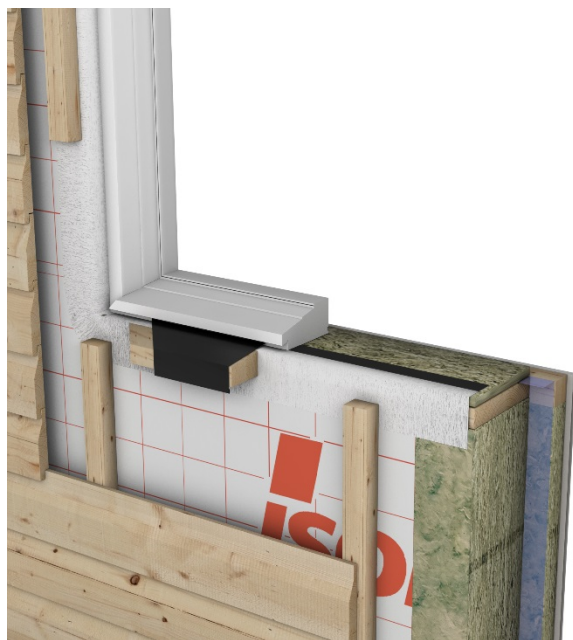

Fig. 7
b) Vindu montert inntrukket i veggen – ved bruk av Isola FlexTett 150 Vindus Rims (se fig. 7)